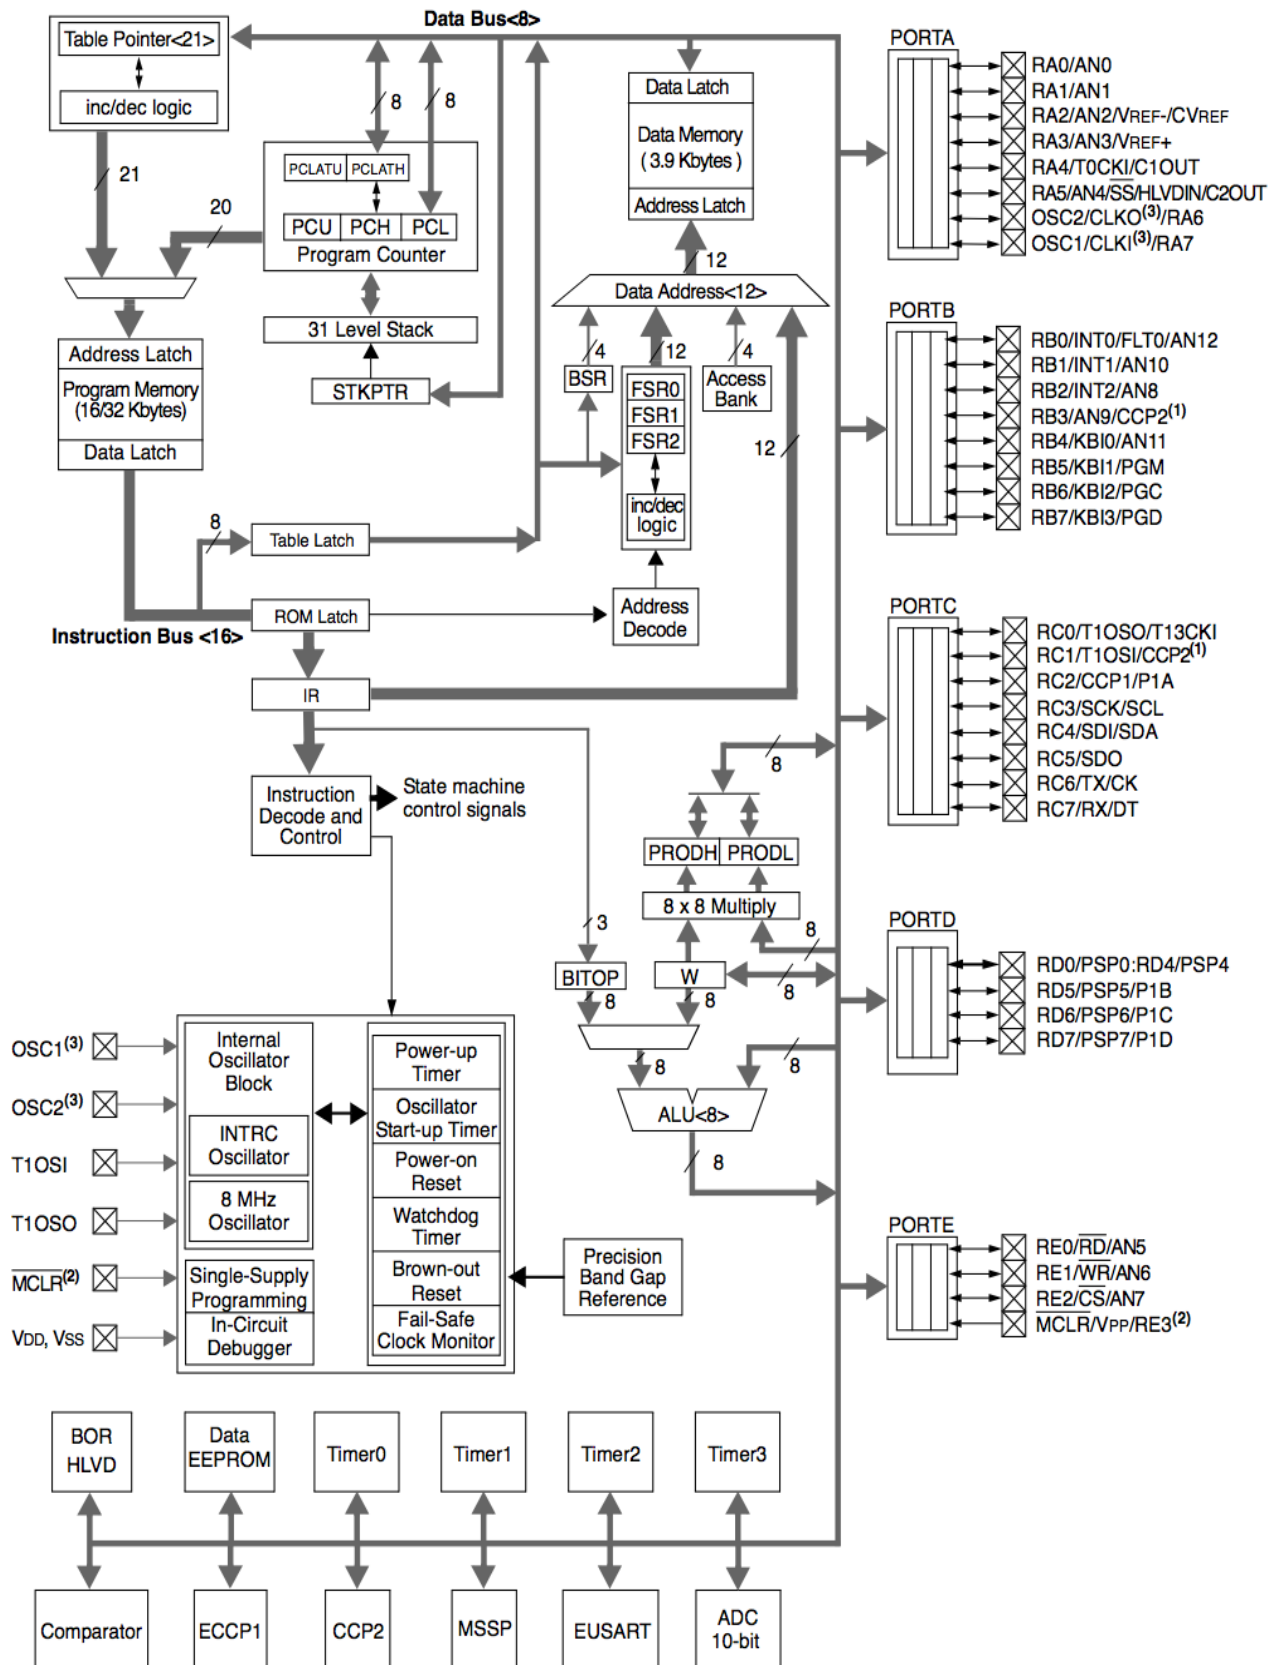

Figure 1 : Schéma de principe du PIC 18F4520.
2. Identifier les éléments ci-dessous sur le schéma de principe du micro-contrôleur présenté *figure 1* :
1. Le micro-contrôleur présenté *figure 1* est-il de structure *Von-Neumann* ou *Harvard* (justifiez votre choix)?
2. Le micro-contrôleur présenté *figure 1* est-il un microprocesseur 8 bits, 16 bits ou 32 bits ?